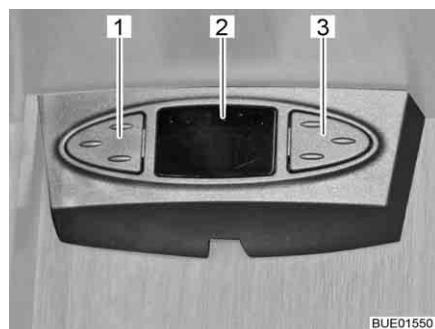

Fig. 50 Ratón satélite
Según el modelo, la instalación de antena parabólica estará equipada con un ratón satélite. La visualización (Fig. 50,2) del ratón satélite indicará el canal ajustado. Con las dos teclas se pueden manejar las funciones básicas de la instalación de antena parabólica (cambiar de programa, conectar/desconectar).
- Seleccionar el programa anterior de la lista de programas: Pulsar la tecla izquierda (Fig. 50,1).
- Seleccionar el programa siguiente de la lista de programas: Pulsar la tecla derecha (Fig. 50,3).
- Cambiar de radio a televisión y viceversa: Pulsar las teclas (Fig. 50,1 y Fig. 50,3) brevemente al mismo tiempo.
- Conectar/desconectar el receptor: Pulsar las teclas (Fig. 50,1 y Fig. 50,3) al mismo tiempo y mantenerlas pulsadas.